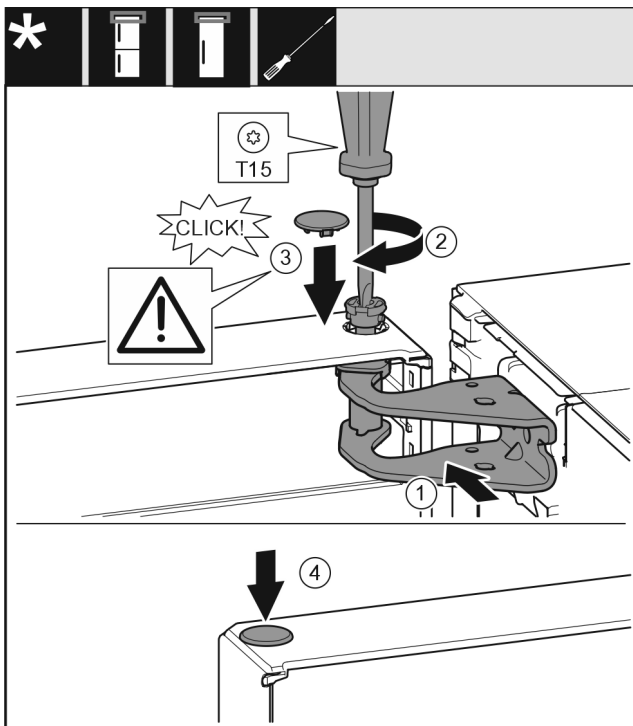

Fig. 21
- ▶ Poravnajte gornja vrata prema otvoru u podlošku ležaja. Fig. 21 (1)
- ▶ Umetnite svornjak Fig. 21 (2) i pritegnite ga odvijačem.
- ▶ Montirajte sigurnosni pokrov Fig. 21 (3) radi osiguravanja vrata: Umetnite sigurnosni poklopac i provjerite naliježe li na vrata. U suprotnom potpuno umetnite svornjake.
- ▶ Umetnite čep Fig. 21 (4).